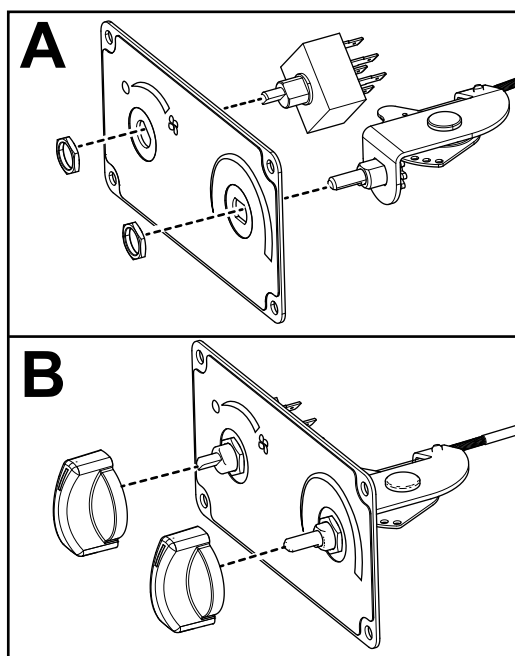

Рисунок 5
4. Установите 2 выключателя на панели управления с помощью 2 гаек переключателя (7/16 дюйма), как это показано на схеме А на Рисунок 5.
5. Установите ручку на каждом из выключателей (схема В на Рисунок 5).